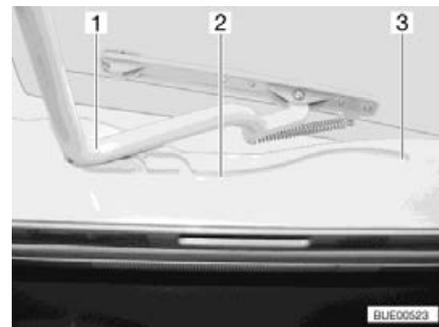

Bild 121 Führung (Heki-Dachhaube)
- Den Bügel (Bild 121,1) in den Führungen (Bild 121,2) bis in die hinterste Position (Bild 121,3) ziehen.
- Den Bügel (Bild 121,1) mit beiden Händen leicht nach oben drücken.
- Den Bügel in den Führungen (Bild 121,2) bis zur gewünschten Stellung ziehen.